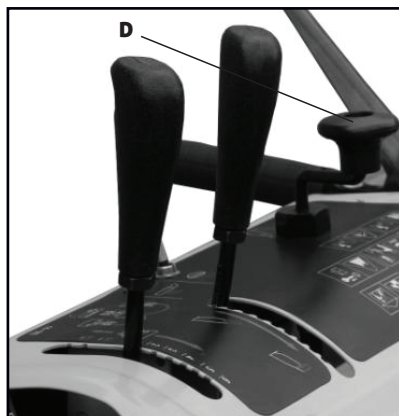
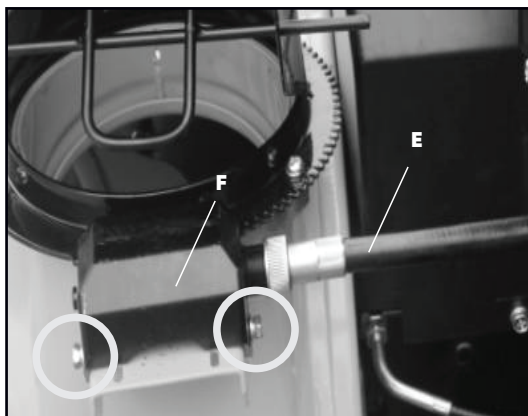

Рис. 5
Рис. 6
- На панели оператора проверьте соединение ручки вращения желоба **Д** (рис.5) с гибким валом **Е** (рис.6).
- Механизм поворота желоба **Ф** должен быть зафиксирован на корпусе машины (рис.6), а гибкий вал **Е** должен быть надежно соединён с механизмом поворота желоба **Ф** (рис.6) и ручкой вращения желоба **Д** (рис.5).